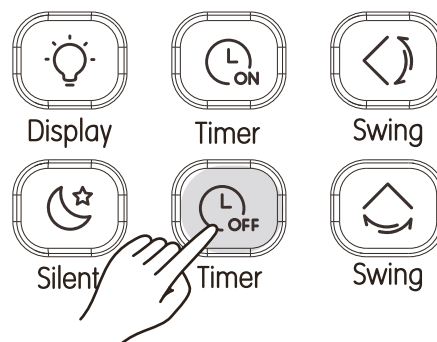

fig. 18
- Premere (vedi "fig. 18") e il telecomando visualizzerà "Timer Off" e "0.0H" apparirà nell'area del timer. Regola ora le impostazioni del timer di spegnimento;